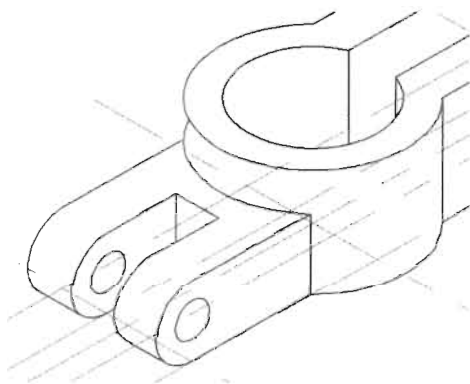

图 11-78
(15) 单击“修改”工具栏中的“修剪”按钮, 将多余的部分修剪掉, 如图 11-78 所示。